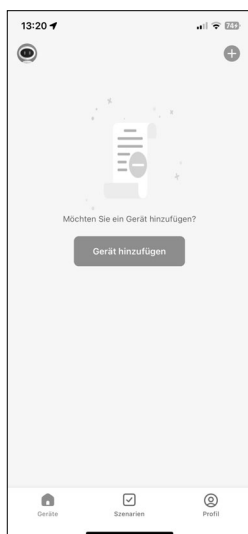

Abb. 1
- ▶ Wenn Sie noch kein Gerät in der MEDION Life Plus App angemeldet haben, tippen Sie auf die Schaltfläche **GERÄT HINZUFÜGEN** (Abb. 1). Sollten Sie bereits ein Gerät in der App eingebunden haben, klicken Sie oben rechts auf **+**.